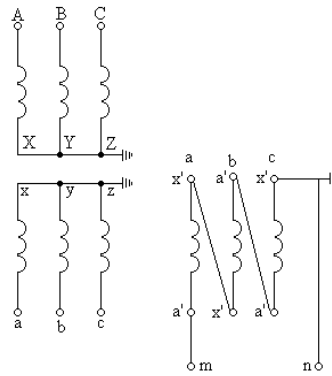

Рис.6
3. Определить напряжение на выходных зажимах тп фильтра напряжения нулевой последовательности, у которого вторичная обмотка фазы в подключена неправильно (см. рис.6) – перепутаны начало и конец обмотки, по данным: междуфазное напряжение в месте установки TV0 равно 105 кВ; коэффициент трансформации между